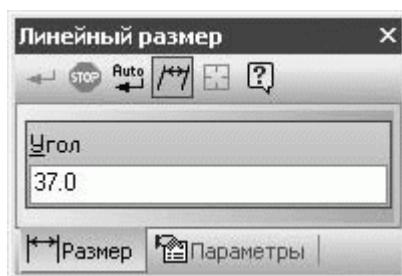

Рис. 2.49. Задание угла наклона линий-выносок
6. После фиксации размерной линии нажмите кнопку Наклонить размер на панели специального управления. При этом на панели свойств должно отобразиться поле Угол для задания угла наклона (рис. 2.49).